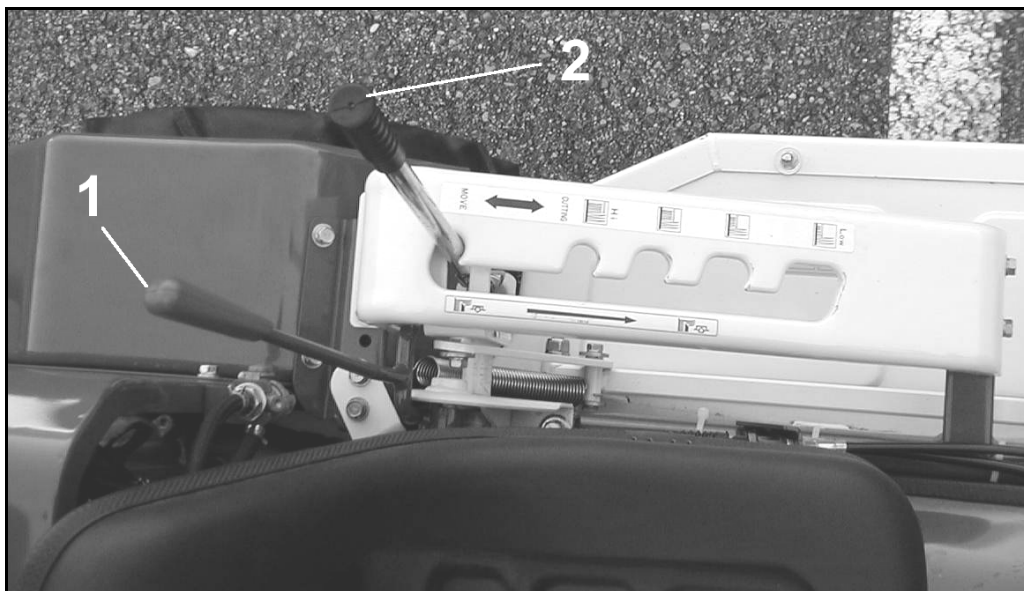

Figura 5
L'altezza di taglio è regolabile su 4 posizioni di lavoro ed 1 (la più alta) per le marce di trasferimento. Sollevare la leva per aumentare l'altezza di taglio, abbassarla per diminuirla (Figura 5).
La leva frizione innesto lama serve per mettere in rotazione la lama ed iniziare il taglio dell'erba (2, Figura 5). Spingere in avanti la leva (1) per innestare la frizione; tirare indietro la leva per disinnestare la. Assicurarsi che la regolazione altezza lama sia in posizione di taglio, prima di innestare la frizione.